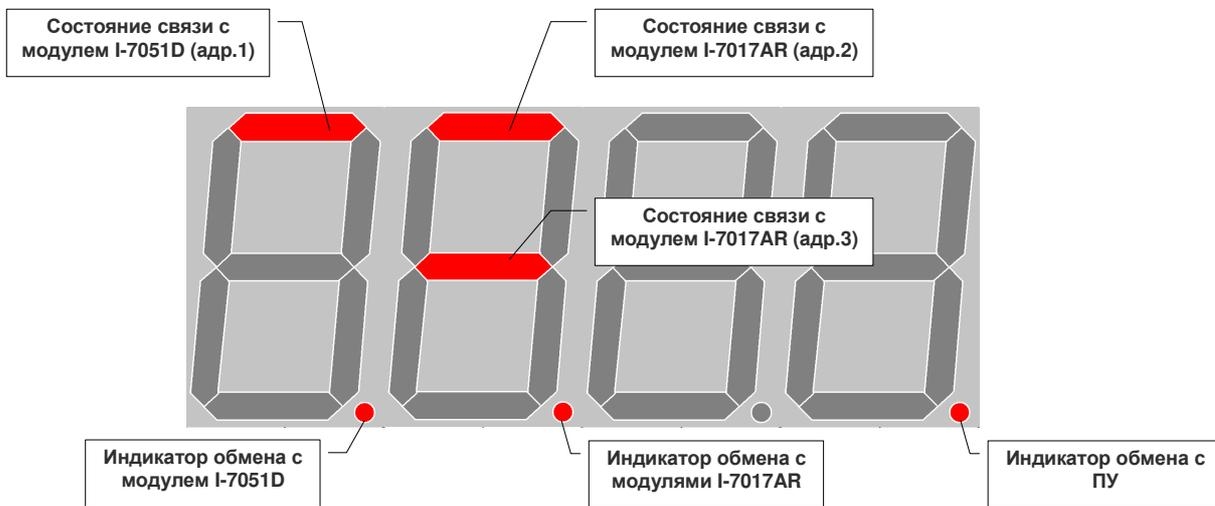

Рисунок 2 – Назначение сегментов для индикации связи контроллера с модулями
1.4.2 Контроллер осуществляет циклический сбор телеинформации с модулей ввода-вывода и ее обработку. Состояние опроса модулей отображается на крайнем слева индикаторе дисплея контроллера (рисунок 2). Если модуль отвечает на запросы контроллера, соответствующий сегмент индикатора светится, если не отвечает – мигает с частотой около 1 Гц.